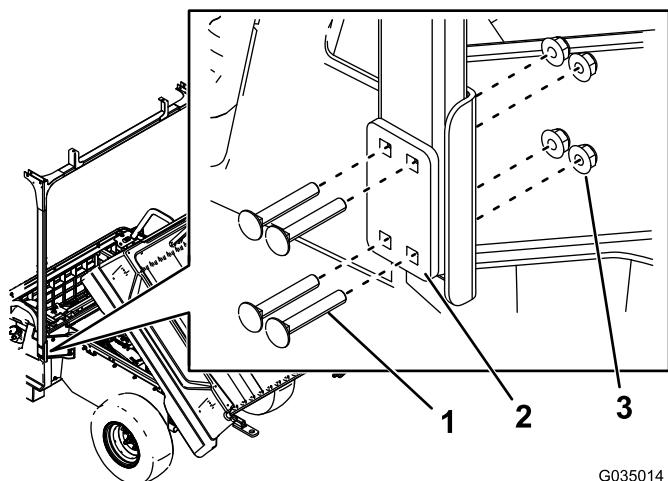

Рисунок 7
6. Установите, не затягивая, задние трубы на задние петлеобразные кронштейны с помощью 8 каретных болтов (5/16 x 2 дюйма), двух монтажных пластин и 8 гаек (5/16 дюйма), как показано на Рисунок 7.